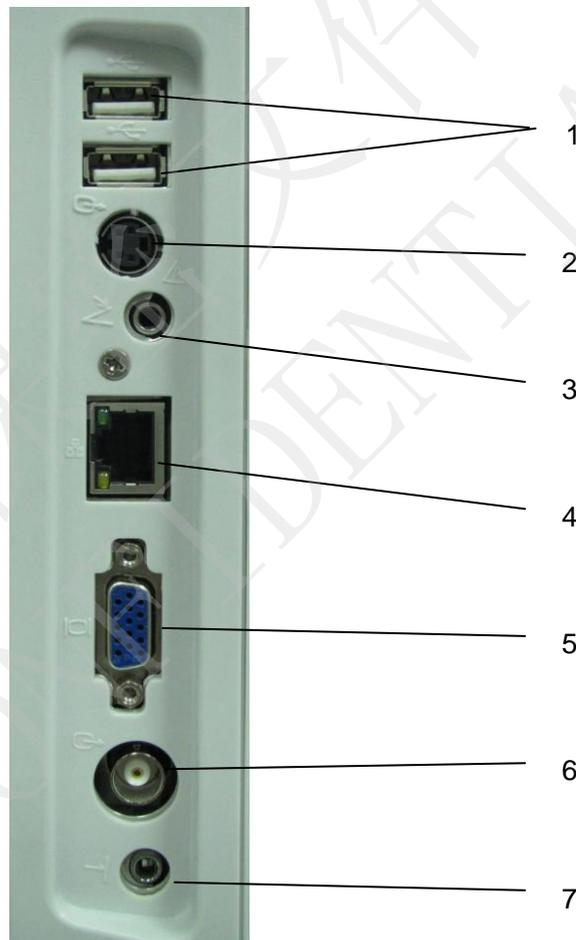

Abbildung 4-7 E/A-Anschlüsse auf der linken Gehäuseseite
4. Teile und Zubehör müssen an die E/A-Ports angeschlossen werden, die in *Abbildung 4-7 E/A-Anschlüsse auf der linken Gehäuseseite*. So kann z. B. nur das bereitgestellte oder empfohlene USB-Gerät an die USB-Ports angeschlossen werden. NICHT die Telefonleitung an den Netzwerkport anschließen. NICHT die Kopfhörer an den Port des Fußschalters oder den Fernbedienungsport anschließen